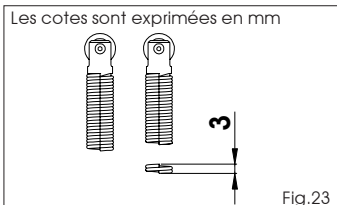

Fig.23
- Raccourcir le ressort, deux boucles correspondent à environ 3 mm, d'après la Fig. 23.